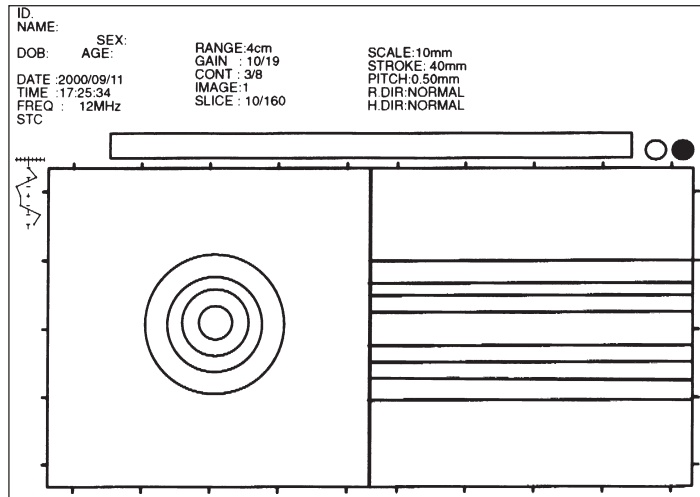

Рис. 3.13
4. Нажмите кнопку "Examination" ("Проверка"), при этом загорится светодиод над указателем "DPR". Нажмите кнопку "FREEZE" переключателя режимов ультразвукового изображения для активации режима изображения в реальном времени (REAL-TIME). Убедитесь в том, что ультразвуковой преобразователь двигается внутри винтообразно, а на экране монитора появляются множественные эхо-сигналы (см. рис. 3.13). Убедитесь в отсутствии аномальных вибраций или звука, исходящих от эндоскопической системы.